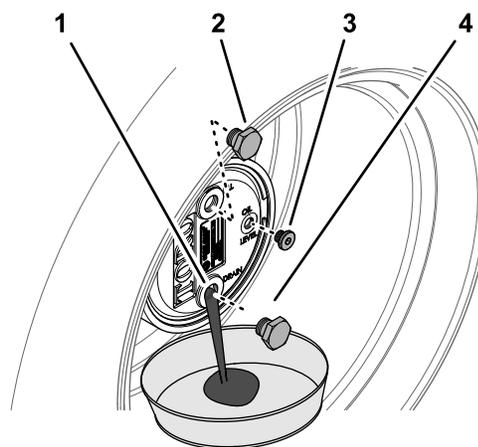

Рисунок 101
2. Снимите пробку заливного отверстия, расположенную в положении «12 часов», и пробку контрольного отверстия, расположенную в положении «3 часа» (Рисунок 101).
3. Подставьте сливной поддон под ступицу планетарной передачи, снимите пробку сливного отверстия, расположенную в положении «6 часов», и дайте маслу полностью стечь (Рисунок 101).
5. Установите пробку сливного отверстия в сливное отверстие корпуса планетарного редуктора (Рисунок 101).